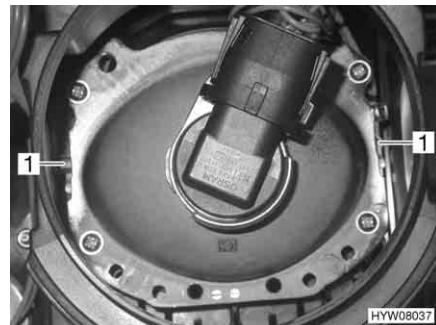
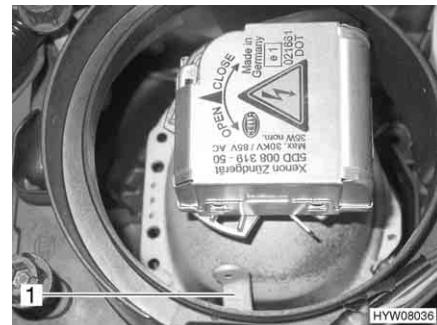

Fig. 168 Conversione fari anteriori
Fig. 169 Conversione fari anteriori (fari Xenon)
- Inclinare tutte le leve di conversione (Fig. 168,1 o Fig. 169,1) presenti sull'altro lato.